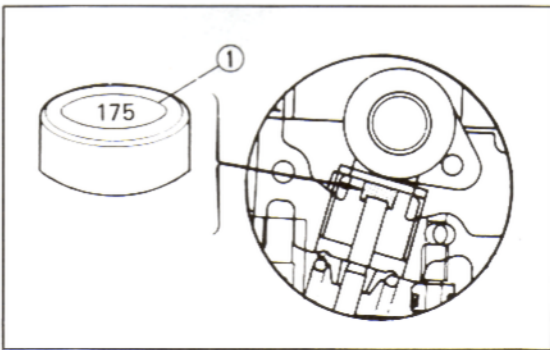

Bild 21
- Bei zu geringem Ventilspiel entsprechend dünneres Plättchen, bei zu grossem Ventilspiel entsprechend dickeres Plättchen verwenden, siehe Bild 21.